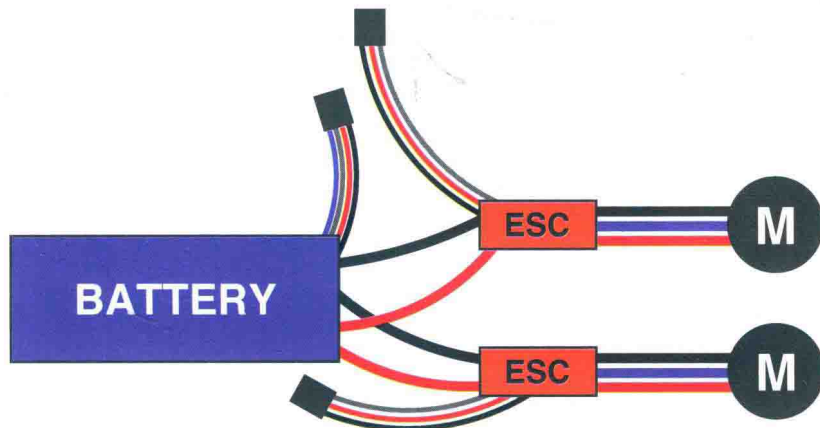

图 7.19 将 ESC 的两个接头连接到电池上的对应插头
- b. ESC 的另一端有一个三线插头和单独的红色和黑色电线。每个 ESC 的红色线插入电池的正极，两根黑线插入电池的负极。你必须将每对线拧成一根线，如图 7.19 所示。用电工胶带缠好暴露的电线。